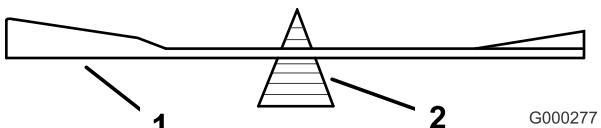
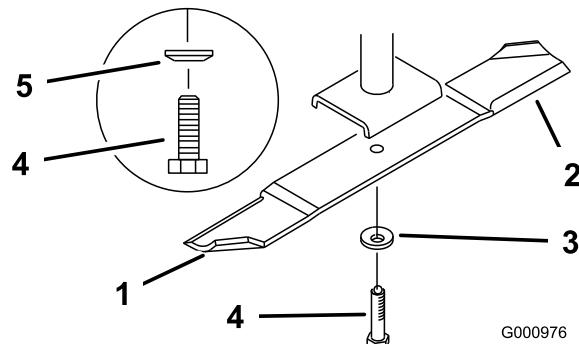

Figure 78
Figure 79
2. Retirez le boulon, la rondelle élastique et la lame de l'axe (Figure 79).
2. Vérifiez l'équilibre de la lame en la plaçant sur un équilibrage (Figure 78). Si la lame reste horizontale, elle est équilibrée et peut être utilisée. Si la lame est déséquilibrée, limez un peu l'extrémité de la partie incurvée seulement (Figure 79). Répétez la procédure jusqu'à ce que la lame soit équilibrée.
1. Placez la lame sur l'axe (Figure 79).
2. Installez la rondelle élastique et le boulon de la lame. Le cône de la rondelle élastique doit être dirigé vers la tête du boulon (Figure 79). Serrez le boulon à 115–150 Nm.